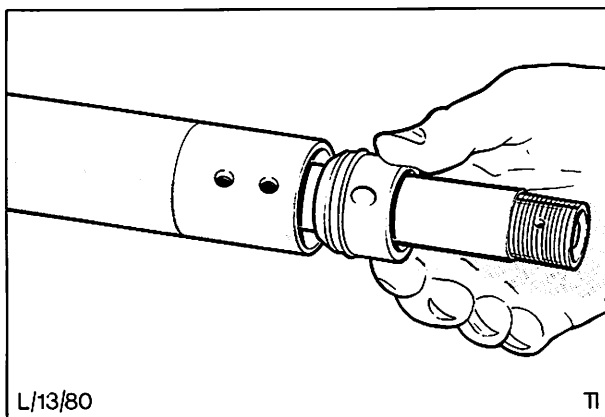

Abb. 30 Abziehen der Führungsbuchse
17. Die Zahnstange und ihre Führungsbuchse aus dem Zahnstangengehäuse herausziehen, Abb. 30. Die Zahnstange ist in Richtung der Führungsbuchse herauszuziehen. Hierbei wird die Verbindung der Zahnstange im Innenrohr gelöst.